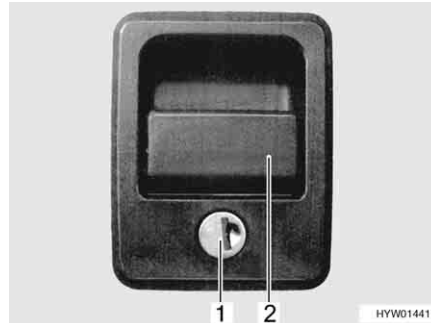

Bild 33 Lucklås med greppkåpa
- Stick in nyckeln i låscylindern (Bild 33,1) och vrid ett kvarts varv. Lucklåset är upplåst.
- Drag i låshandtaget (Bild 33,2). Den utvändiga luckan är öppen.